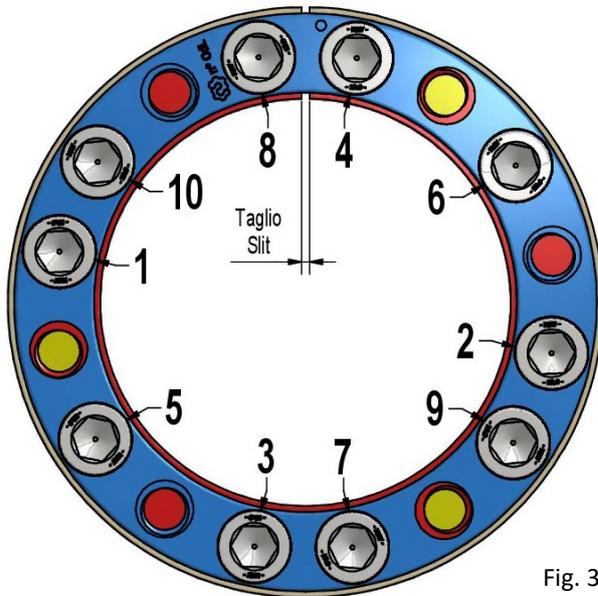

Fig. 3. Esempio di schema di serraggio.
4. Avvitare manualmente le viti, secondo uno schema a croce, partendo da una posizione a circa 90° rispetto al taglio dell'anello interno (fig. 3), fino al recupero completo dei giochi di accoppiamento con albero e mozzo, che risulteranno leggermente bloccati. Al contempo, assicurarsi che il mozzo sia allineato correttamente, utilizzando un comparatore. **Un corretto centraggio del mozzo, fin dall'inizio del montaggio, è essenziale per ottenere un corretto centraggio a montaggio completato.**
5. Usare una chiave dinamometrica, regolata ad una coppia maggiorata di circa il 5% rispetto alla coppia di serraggio (Ma) di catalogo, o ridotta entro il limite consentito. **Avvitare progressivamente le viti in più passate, secondo uno schema a croce (fig. 3), serrando di ¼ di giro circa ad ogni passata, fintanto che non sia più possibile serrare di ¼ di giro.**